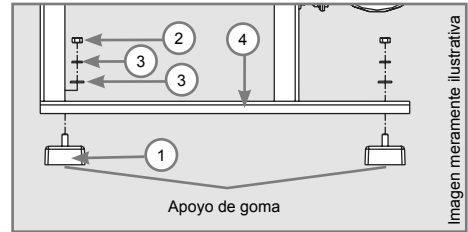

Figura 11
Los apoyos de caucho (1) son suministrados desmontados, para montar los apoyos (1), retire las tuercas (2) y las arandelas (3) del tornillo y móntelos en los huecos localizados en la base del caballete (4) de la ES-450. Enseguida, monte las arandelas y la tuerca y dé un apriete leve, conforme Figura 11.